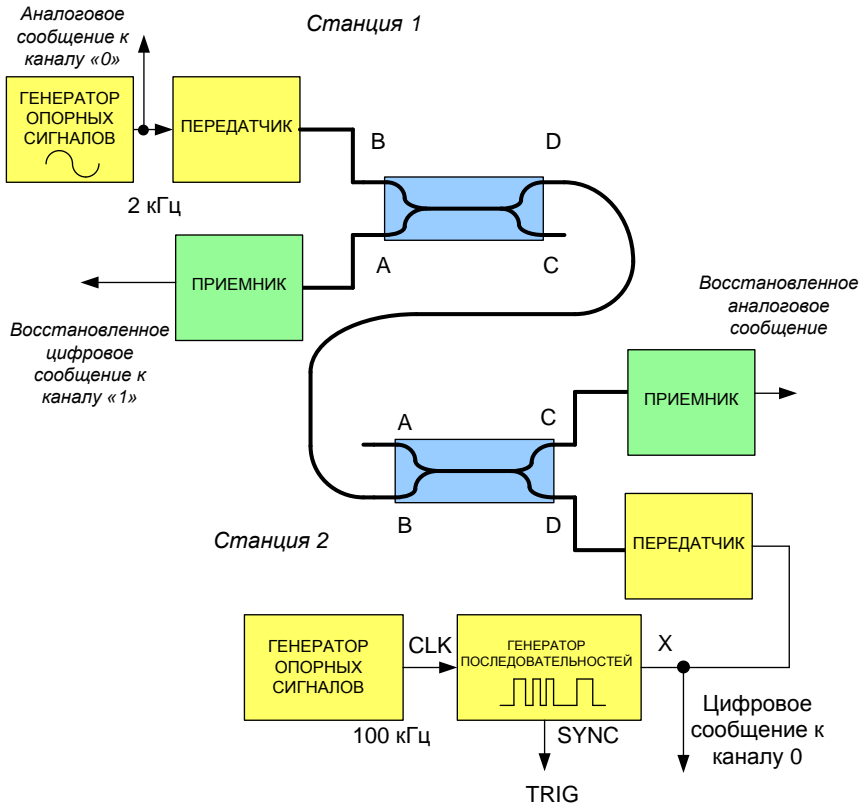

Рис.4. Структурная схема линии передачи информации
13. Для выполнения дальнейших исследований, используется структурная схема рис.4. Обе станции и передают, и получают информацию. Для контраста сообщение станции 2 – цифровой сигнал, генерируется генератором последовательностей с частотой битовой синхронизации 100 кГц. Канал (моделируемый оптическим проводником между левосторонним и правосторонним разветвителями) теперь передает информацию в обоих направлениях.